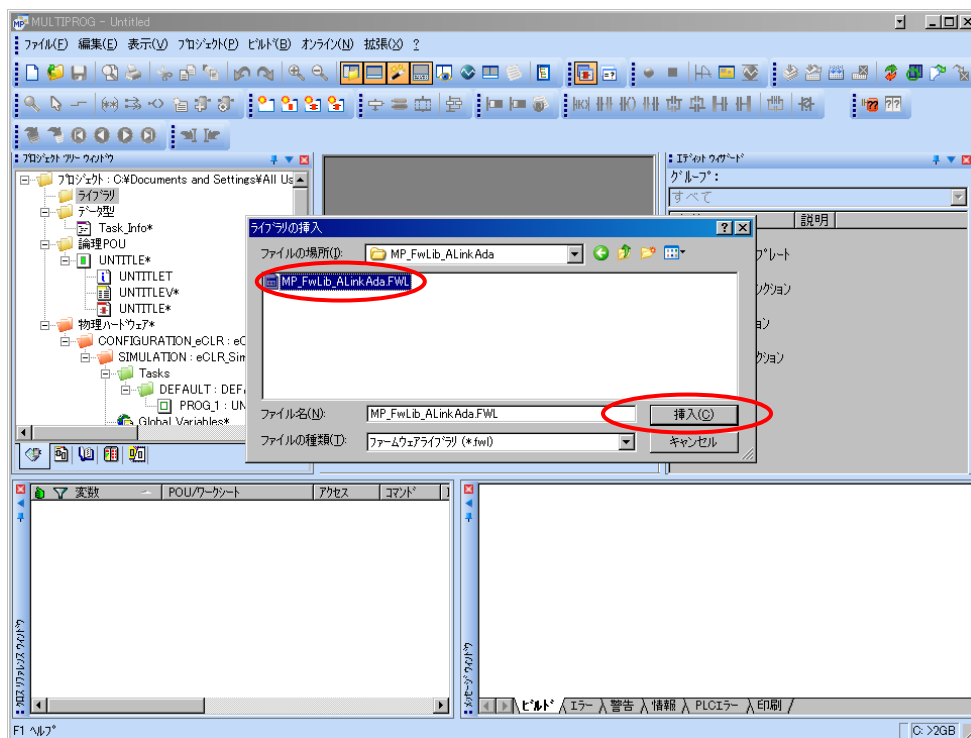

図 3-2-4. ライブラリ挿入画面③
④ 図 3-2-4 の画面が表示されますので、選択したディレクトリと同じ名前のファイルを選択してください。